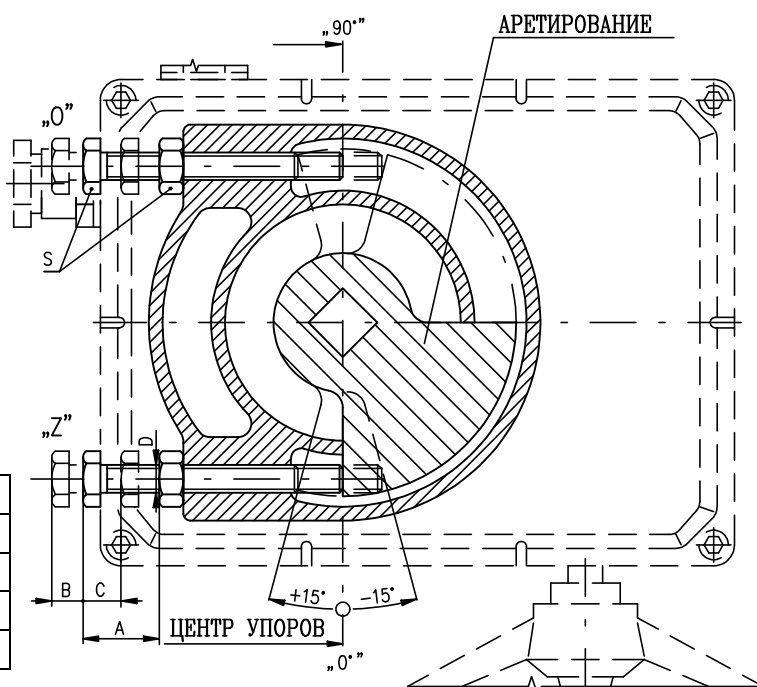

Рис. 9
4.6 Перестановка позиции рабочего угла и настройка упорных винтов (Рис.9)
Для определения позиции рабочего угла арматуры служат упорные винты, которые позволяют изменить положение из позиции "Z" (0°) и из позиции "O" (60°, 90°, 120°, 160°) о величину $\pm 15^\circ$ (рис.9), на котором выходной вал в позиции "Z" (закрыто) для рабочего угла 90°. Упорные винты служат к механическому ограничению положения рабочего угла для ручной эксплуатации или как конечные точки пути для моментного выключения. Поэтому выходной упор не должен наталкиваться на упорные винты во время моторной эксплуатации без настройки моментного узла. Иначе бы могло дойти к повреждению механической передачи.